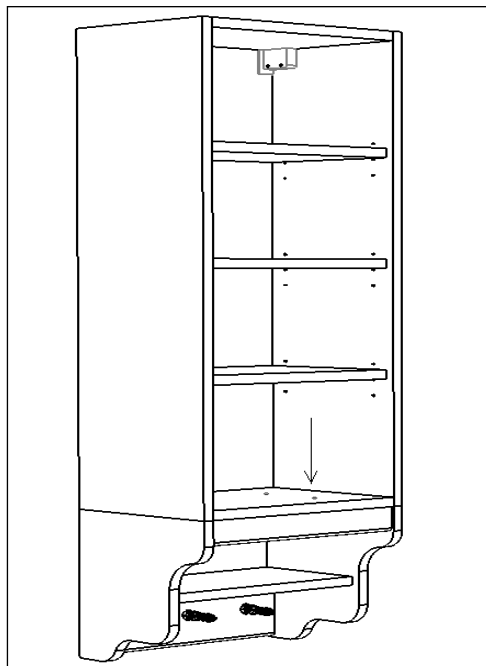

Рис.50
1. Крепление подвесных полок осуществляется после навески и окончательной регулировки навесных шкафов (Рис. 50).